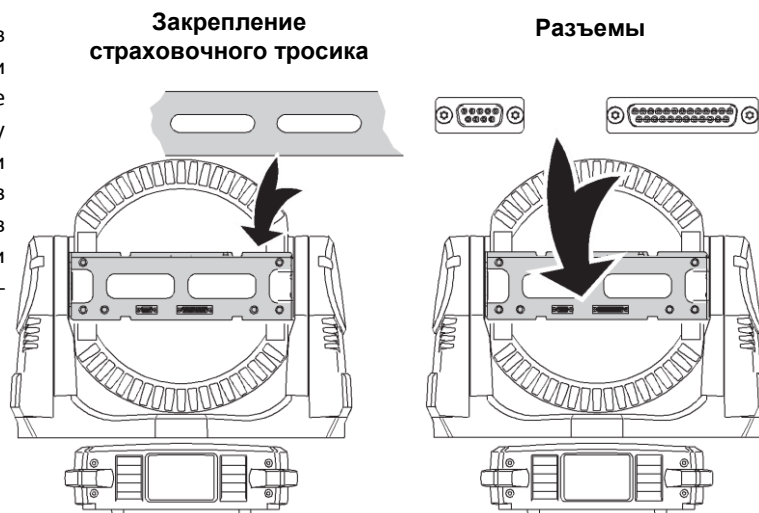

Рис. 8. Закрепление страховочного тросика и разъемы модуля головки
3. Устанавливается модуль головки в обратном порядке. См. рис. 8. При установке модуля зацепите страховочный тросик за точку крепления на раме зажима и убедитесь в том, что разъемы в модуле зафиксировались в разъемах на раме зажима при проталкивании модуля в его посадочное место в головке.